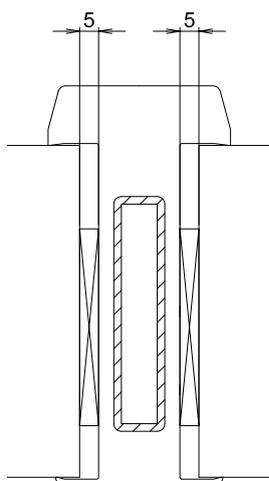

Рис. 5 Компенсационный шов (сечение)
- Для всех остальных - 5 мм. (Рис. 5).